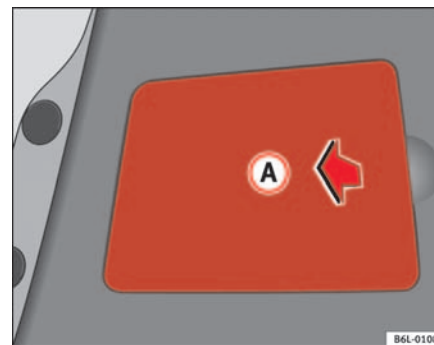

Abb. 151 Rücklicht an der Heckklappe
- Die Kunststoffabdeckung **(A)** ⇒ Seite 225, Abb. 151 abnehmen, einen Finger in den Spalt stecken und in Pfeilrichtung ziehen.